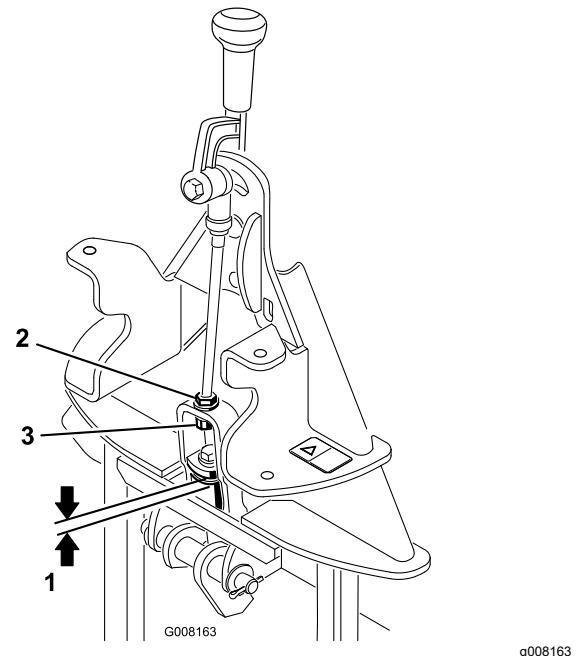

Bild 5
2. Messen Sie den Abstand zwischen der oberen Scheibe und dem Distanzstück im Anschluss am Anbaugerätadapter, siehe Bild 5.